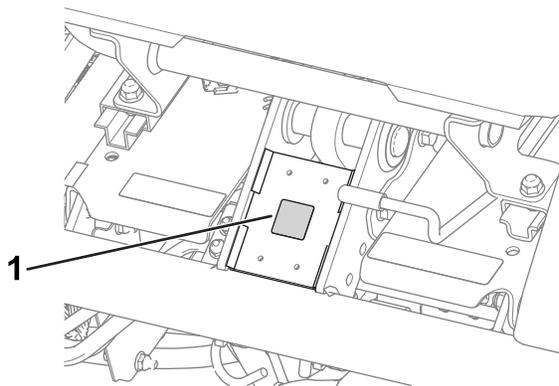

Рисунок 11
- Приклейте наклейку с маркировкой CE на раму под передней стороной сиденья (Рисунок 11).